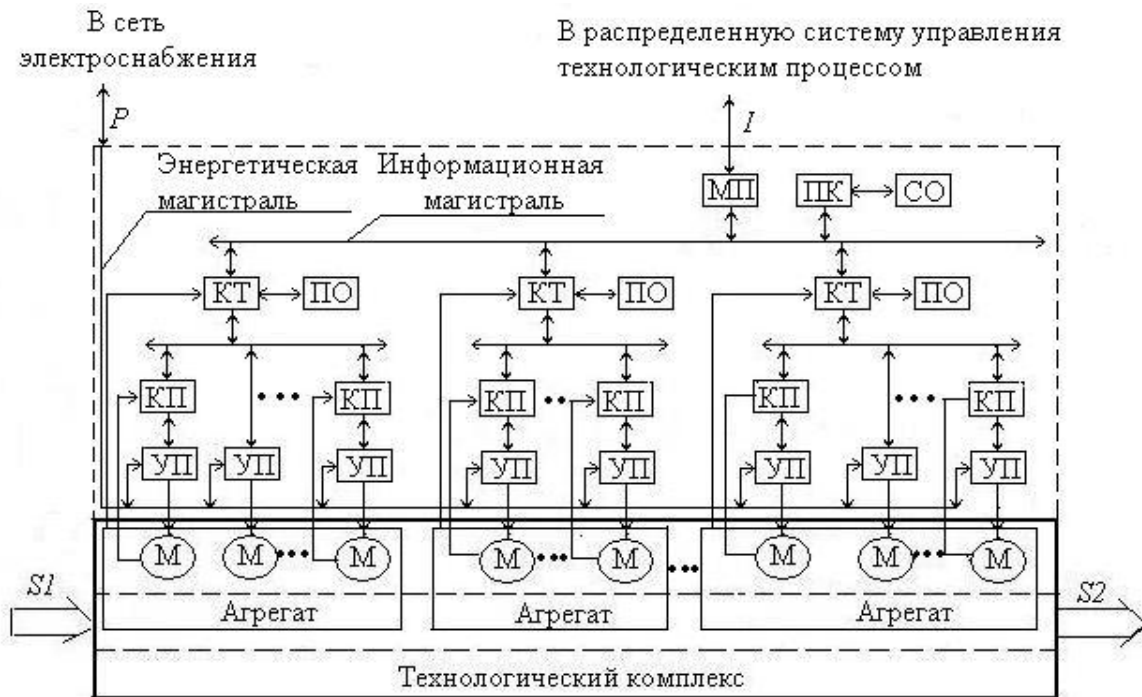

Рис. 1
**Вопрос 1.** Какую функцию *не выполняет* программируемый микроконтроллер привода КП (рис. 1)?